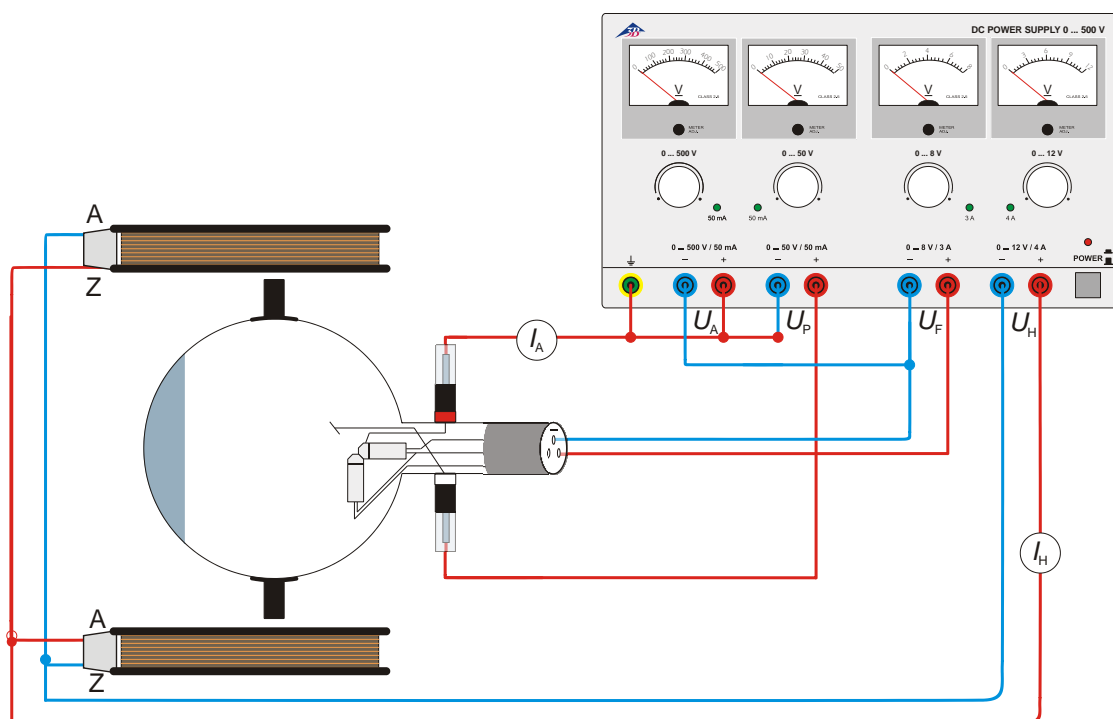

Fig. 5 Determinação de e/m por meio do canhão de elétrons perpendicular
- Executar a conexão dos tubos conforme a fig. 5.